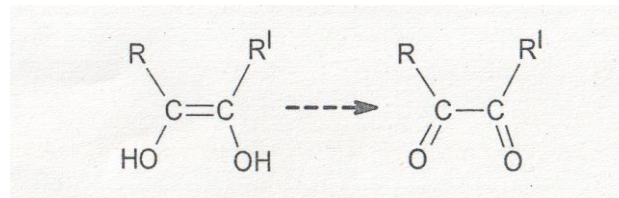

Abb. 2: Unvollständige Reaktionsgleichung der Oxidation
- 1.2.1 Entwickeln Sie ausgehend von Abbildung 2 über die Teilgleichungen die Redoxgleichung für die Reaktion von Ascorbinsäure mit Sauerstoff! [6 BE]